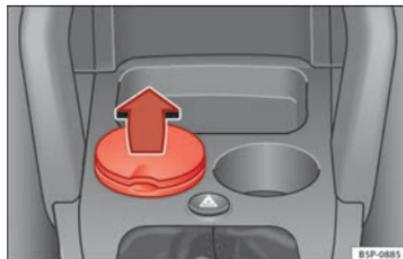

Fig. 109 Cenicero alojado en portavasos delantero.
- Para abrir el cenicero, levante la tapa ⇒ fig. 109.